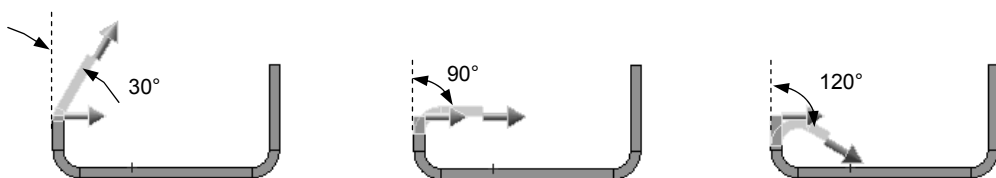

图 10.2.14 设置折弯角度值
- ☑  文本框：可以输入折弯角度值，该值是与原钣金所成角度的补角，几种折弯角度如图 10.2.14 所示。